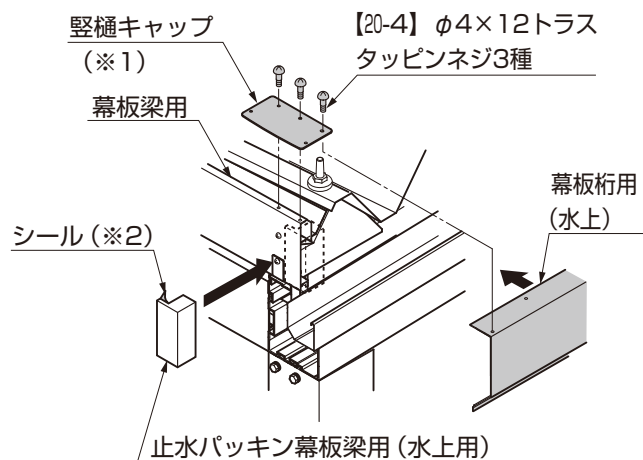

図17-2 A部詳細図
- ②幕板桁用の水上側と水下側に、止水パッキン幕板梁用（水上用）（水下用）の裏面のシール（※2）をはがしてそれぞれ、貼付けてください。（図17-2参照）
- ③幕板桁用（水上）を縦樋キャップに【20-4】で取付けてください。（図17-2参照）